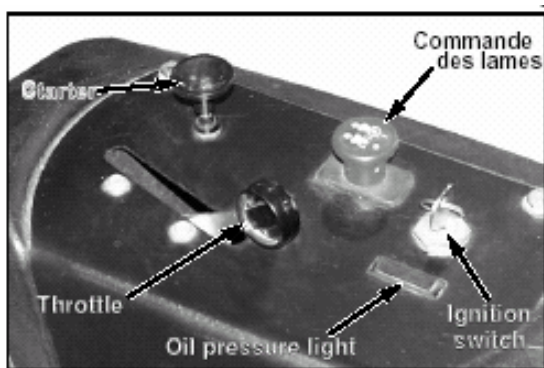

Figure 3-2
**1. Contacteur à clé (Fig. 3-2)** – Ce contacteur a trois positions : Arrêt, Marche et Démarrage. Insérez la clé et tournez-la dans le sens des aiguilles d'une montre jusqu'à la position DÉMARRAGE. Relâchez la clé quand le moteur démarre : le contacteur va automatiquement revenir en position MARCHE.
**2. Manette des gaz (Fig. 3-2)** – un câble est relié à la manette des gaz du moteur et sert à contrôler sa
**3. Starter (Fig. 3-2)** – un câble est relié à cette manette pour pouvoir actionner manuellement le starter du moteur. Quand la manette est abaissée, le starter est en position Off (Marche). Quand la manette est relevée, le starter est en position On (Starter). **Ne pas laisser** la commande de starter en position On (Starter) lorsque vous utilisez la machine.
**5. Commande d'embrayage des lames (Fig. 3-2)** – Cette commande contrôle la commande des lames. Tirez la commande vers le haut pour embrayer et poussez-la vers le bas pour débrayer.
**8. Témoin de pression d'huile (Fig. 3-2)** – Ce témoin s'allume lorsque le contacteur est placé en position MARCHE et reste allumé jusqu'à ce que le moteur fonctionne correctement et que la pression d'huile soit satisfaisante. Si le témoin s'allume en cours d'utilisation, arrêtez immédiatement le moteur, puis identifiez et corrigez le problème.